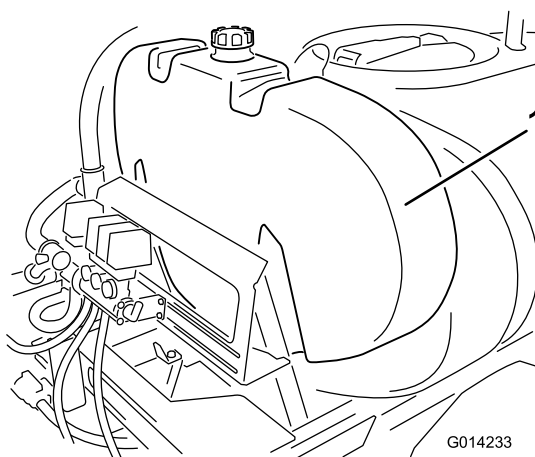

Figure 9
1. Posez le réservoir de rinçage comme illustré à la (Figure 9).